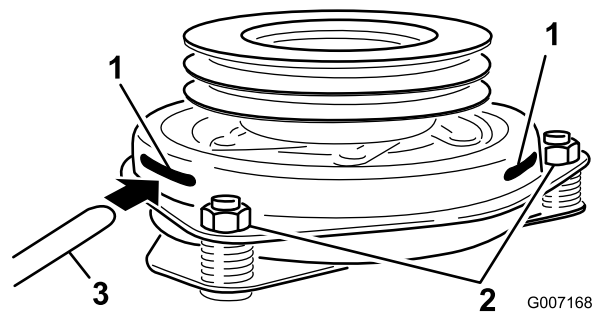

Figura 63
8. Introduzca una galga de 0,381 a 0,533 mm por una de las ranuras de inspección en el lateral del conjunto. Asegúrese de que la galga está entre las superficies de fricción del rotor y el inducido (Figura 63).
9. Apriete las contratuercas hasta fijar ligeramente la galga pero dejando que ésta se pueda mover con facilidad en la separación (Figura 63).